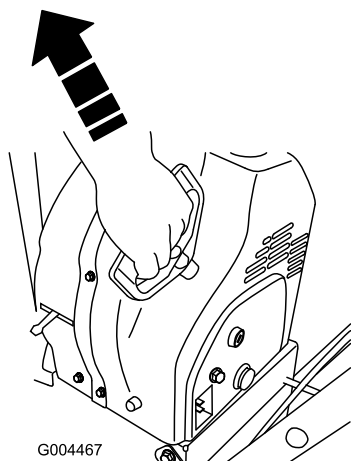

Figure 23
4. Démarrez la déneigeuse à l'aide du lanceur Figure 23 ou du démarreur électrique (Figure 24).